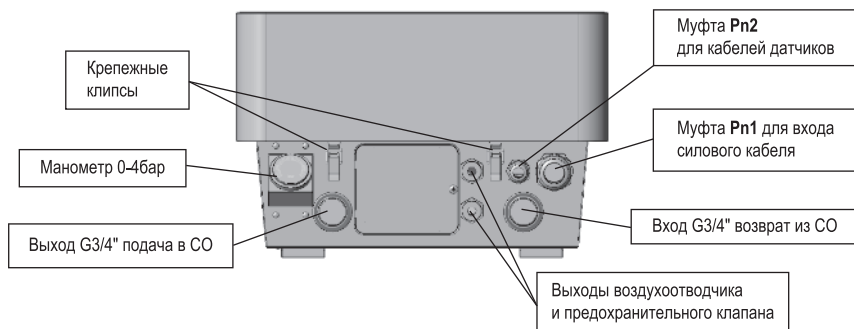

Рисунок 2 - Панель подключения котла (вид котла снизу)
4.1.7 Для снятия передней панели отщелкнуть крепежные клипсы внизу корпуса котла (см. рисунок 2), приподнять панель вверх, плавно оттягивая на себя. Избегая рывков, удерживая панель навесу, отсоединить шлейф подключения дисплея. После чего отвести переднюю панель в сторону.